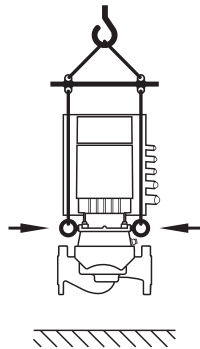

Fig. 8: Pompanın nakliyesi
- Pompa, izin verilmiş olan kaldırma üniteleri (örn. palanga, vinç vb.) ile taşınmalıdır. Bunlar motor flanşında mevcut olan nakliye halkalarına sabitlenmelidir (Fig. 8, burada gösterilmektedir: Dikey motor milli kaldırma).